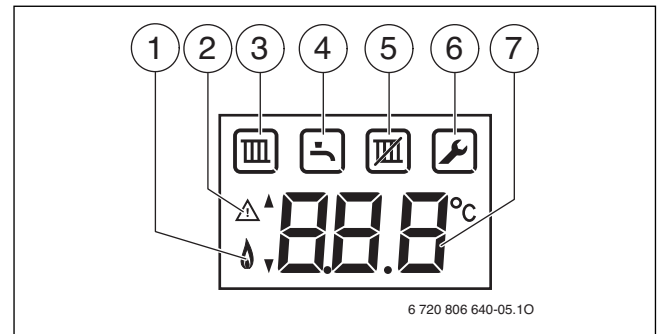

Рис. 27 Показания на дисплее
- ▶ Откройте автоматический воздушный клапан (оставьте открытым) (→ рис. 27, [10], стр. 19).